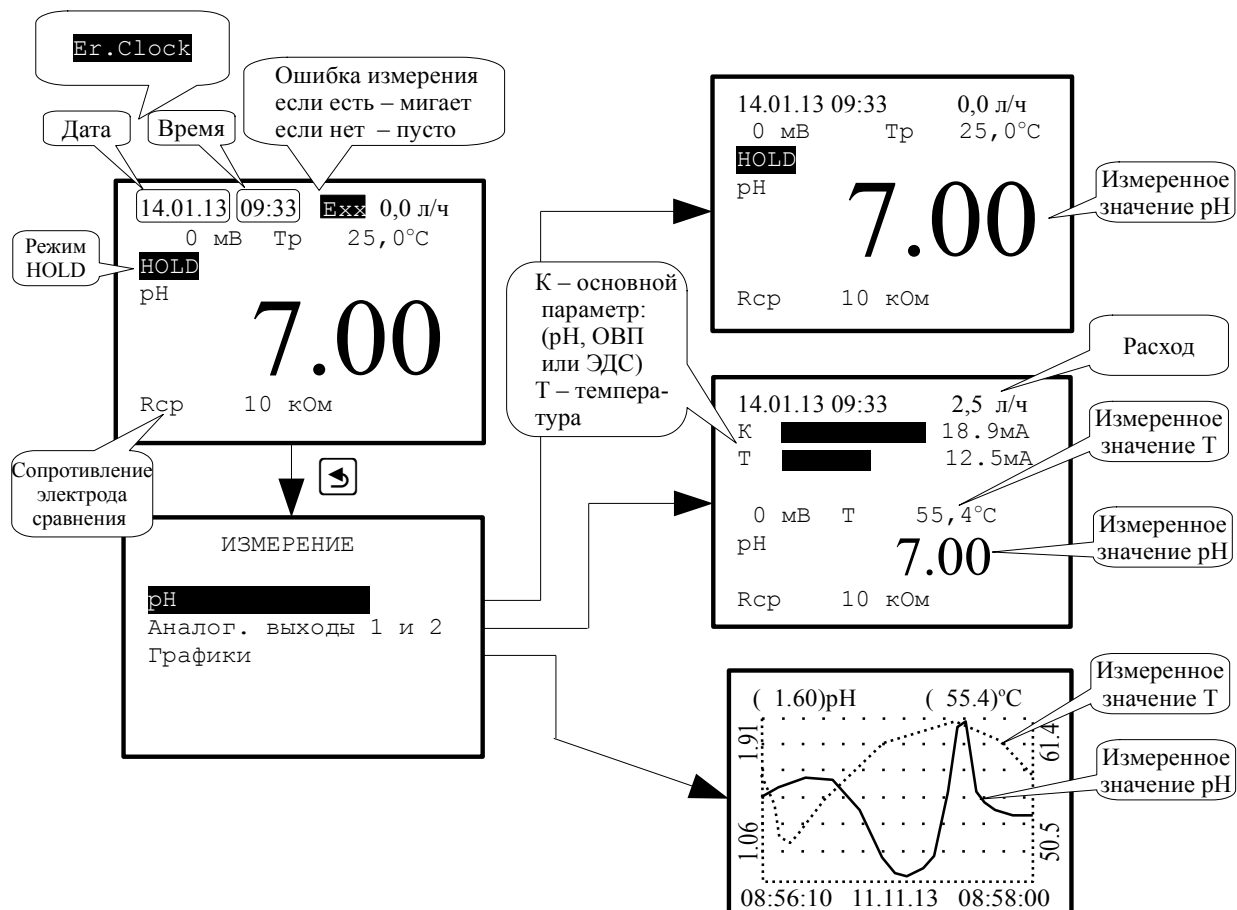

Рисунок 3 - Варианты отображения измеренных параметров
3.3.1.7 В этом меню можно выбрать способ отображения измеренных параметров на дисплее в режиме измерения, смотри (Рисунок 3).
3.3.1.9 **Аналог. выходы 1 и 2** - отображение аналоговых выходных сигналов в виде шкалы, а результатов измерения в цифровом виде, смотри(Рисунок 3).
При включенном измерении R_{cp} его значение выводится на экран одновременно с отображением других параметров (смотри Рисунок 3). При этом если сопротивление R_{cp} становится больше 21 кОм, это считается ошибкой измерения и включается реле №2 (смотри п. 3.3.4.4).